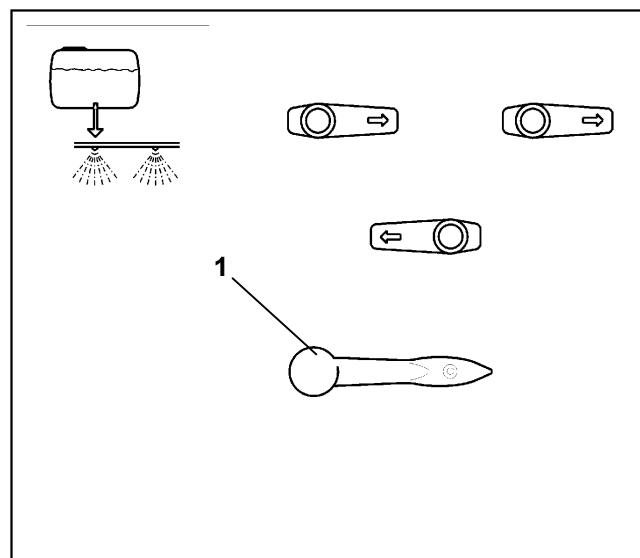

Рис. 7.20
- Кран (7.20/1) установите в положение «Опрыскивание» („Spritzen“), рис. 7.20.